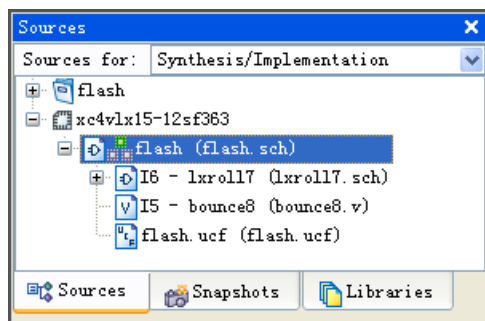

图 2.86 在 ISE 中添加 UCF 文件
(1) 在图形界面下使用 UCF，需要在 ISE 中添加 UCF 文件如图 2.86 所示。选择 **【Project】/【Add Source】** 添加 UCF 文件，在布局布线的时候就会使用 UCF 中指定的约束来实现 FPGA。